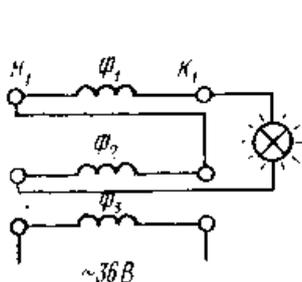

Рис. 54. Схема правильного соединения первой и второй фаз обмотки статора трехфазного асинхронного двигателя (лампа горит)
3. Если лампа не горит, это значит, что  $K_1$  соединен с  $K_2$ . Если поменять местами подключение выводов  $\phi_2$  (рис. 54), то лампа загорится.